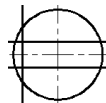

图 1.1.18 绘制构造线
(1) 绘制图 1.1.18 所示的垂直构造线。选择下拉菜单 **绘图(D)** → **构造线(I)** 命令, 在命令行中输入字母 O (即“偏移”选项) 并按 Enter 键, 输入偏移距离值 23.5 后按 Enter 键。选取 Step1 所绘制的垂直中心线为偏移参照, 在垂直中心线左侧的空白区域单击以确定偏移方向, 按 Enter 键结束命令。
(2) 参照步骤(1)中的方法, 绘制图 1.1.18 所示的两条水平构造线。选择下拉菜单 **绘图(D)** → **构造线(I)** 命令, 将水平构造线分别向上和向下偏移, 偏移距离值为 8。